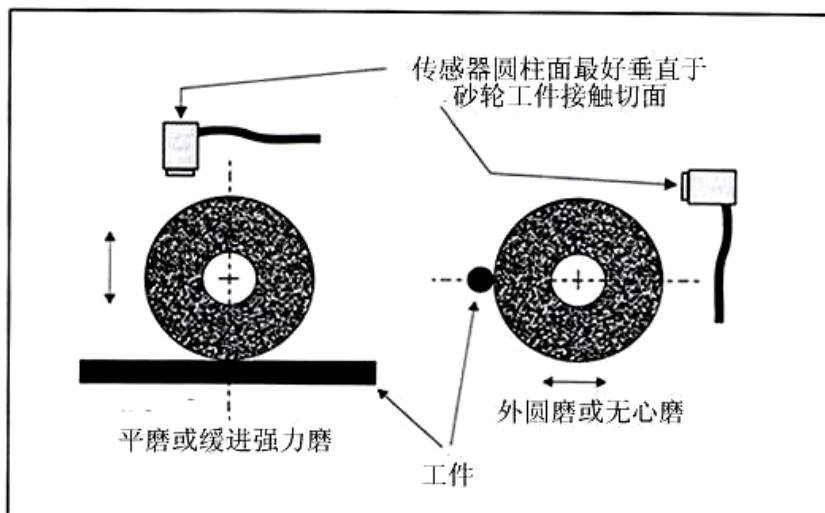

图 7a
1、基本原则：放置方法，传感器的磁性面应平行于“砂轮与工件”相对应的磨削切面，这时最直接地测得对磨削所造成危害的砂轮振动量。对内外圆磨和无心磨来说，由于床身沉重，上下振动低于侧向振动，传感器的定位可置于砂轮主轴箱前垂直面或后垂直面上，位置应高于主轴轴承支撑处，并与主轴中心线垂直。针对平面磨床和强力步进磨床，以选水平表面为佳。见（图 7a）